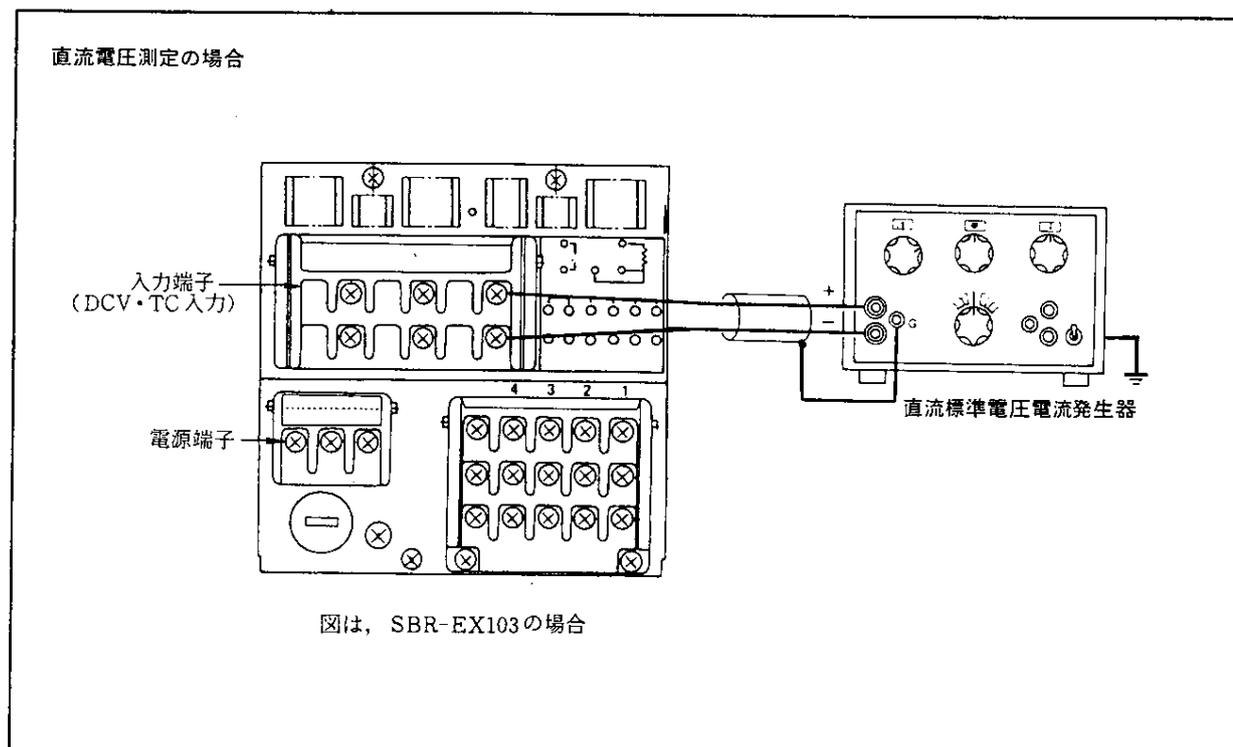

図 6.6
- (1) 図 6.6～8 のように配線し、各機器を充分ウォームアップします*。リード線抵抗は実配線と同等にします。
- (2) 周囲温度、湿度等が正常動作条件内にあることを確認します(2-4 ページ参照)。
- (3) 設定レンジ上の 0, 50, 100% の各点に対し、それぞれ相当する入力を加え、記録紙に描かれる記録値との差から誤差を求めます。